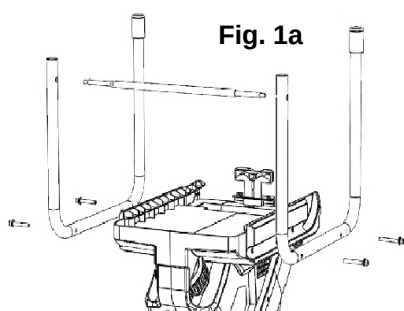

Fig. 1a
2. Positionnez les jambes gauche et droite sur la machine et fixez avec les boulons de la bride, à l'aide l'extrémité clé hexagonale de la douille de combinaison / hex clé fournie (Figures 1a et 1b).